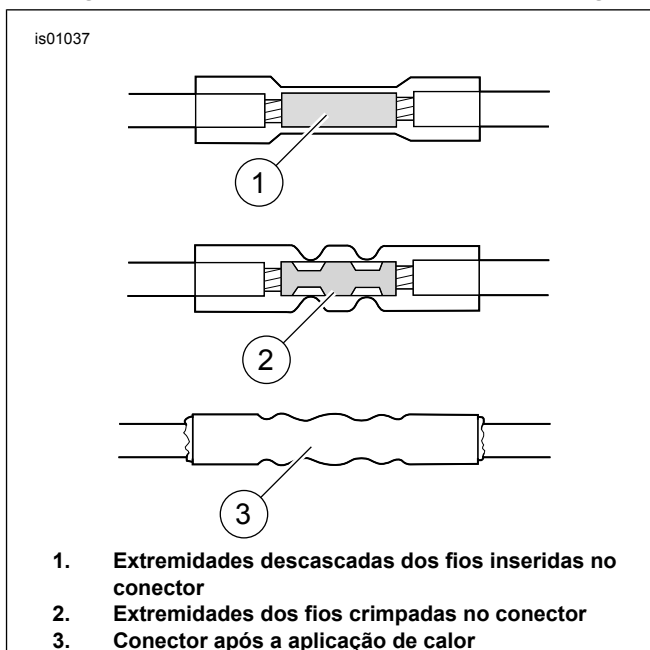

Figura 9. Conexões de luva de emenda seladas
- e. Veja a figura 9. Das pontas cortadas, insira um fio laranja/branco em uma das pontas do conector de emenda. Na outra extremidade do conector de emenda, insira outro fio laranja/branco, com o fio vermelho do chicote de fios adaptador.
- d. Veja a figura 9. Insira o fio laranja/branco da etapa 4b em uma das pontas do conector de emenda vedado.
- e. Veja a figura 9. Insira o fio vermelho do chicote de fios do adaptador na outra ponta do conector de emenda vedado.